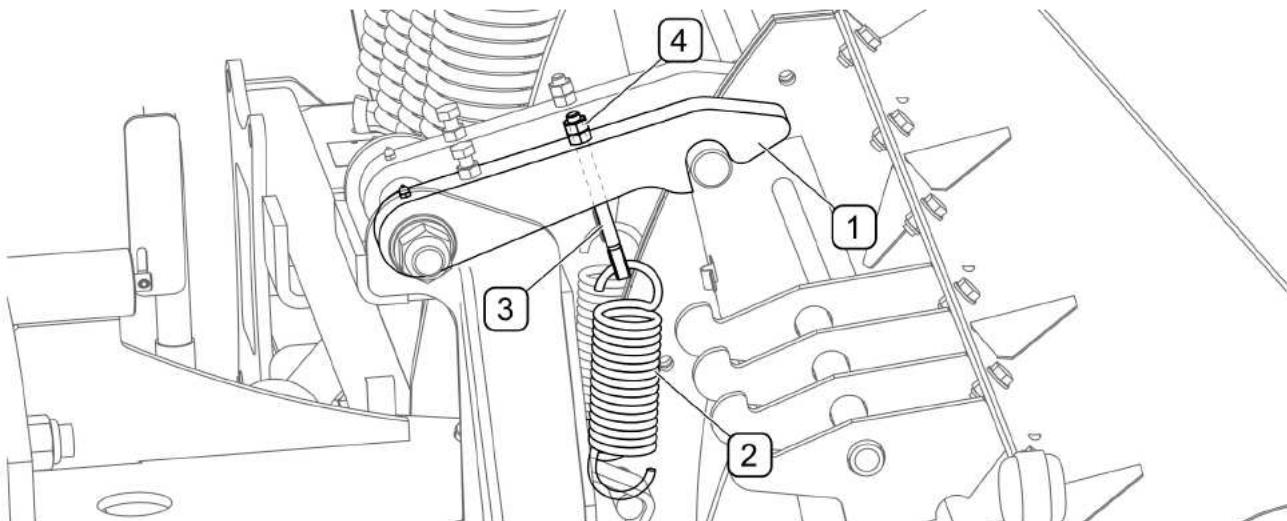

РИСУНОК 5.1 Регулировка натяжения пружин собачек
Если в ходе эксплуатации плуга окажется, что собачки (1) блокирующей системы (РИСУНОК 5.1) слишком часто деблокируются, то необходимо увеличить натяжение пружины (2) при помощи натяжителей (3). В противном случае необходимо уменьшить натяжение пружин. Натяжение пружин регулируется отдельно для каждой собачки.
Неотрегулированное натяжение пружин собачек (2) может привести к повреждению снегоуборочного оборудования или транспортного средства (РИСУНОК 5.1)